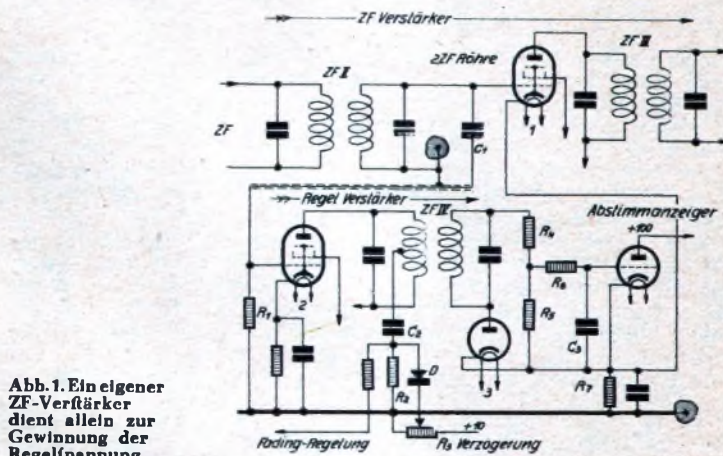

Abb. 1. Ein eigener ZF-Verstärker dient allein zur Gewinnung der Regelspannung.
Unsere Industriergeräte arbeiten durchwegs mit Drehkondensatoren, welche eine ausgesprochene, zumindest aber stark angenäherte logarithmische Charakteristik aufzeigen. Trägt man, wie dies in Abb. 1 geschehen ist, die Wellenlängen in logarithmischem Maßstab in Abhängigkeit von der Skalenteilung auf, so verläuft eine derartige Charakteristik geradlinig.
**Oben:** Abb. 1. Der hier gezeigte Skalenantrieb bewirkt, daß auf der linken Seite der Skala der Zeiger schneller wandert als auf der rechten. Werkphoto: Saba
Magneten in derselben Weise erfolgen, wie bei einem Gleichstromnetz. (Siehe Abb. 1.)